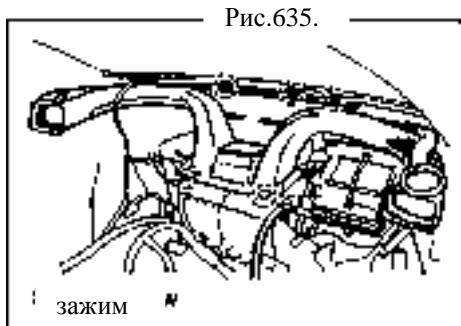

Рис.635.
41. Снимите решетку размораживателя (рис.635).